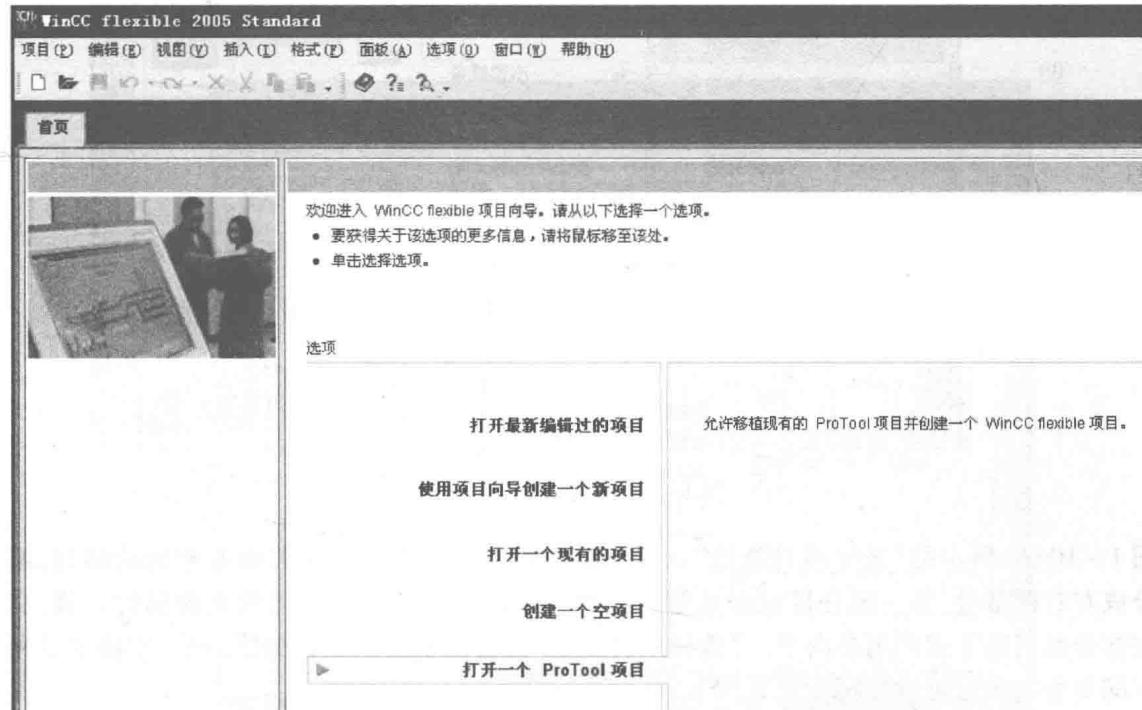

图 1-8 进入 WinCC flexible 的首页
在 Windows 桌面上, 双击 WinCC flexible 运行图标  , 打开如图 1-8 所示的 WinCC flexible 的首页, 有 5 个选项:
- ① 如果已经启动 WinCC flexible 程序, 则在如图 1-8 所示中执行菜单命令“项目”→“通过项目向导新建项目”, 见图 1-9(a), 进入如图 1-9(b) 所示的“选择项目类型”画面。